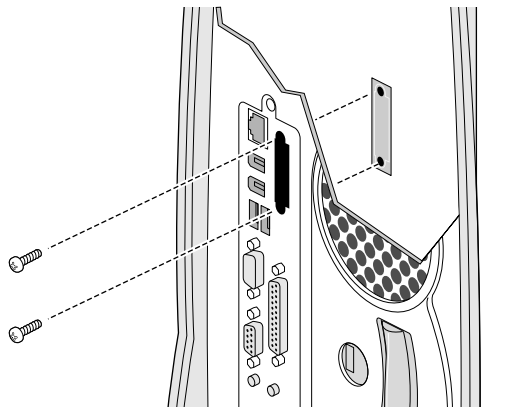

Figure 5-5 Retrait de la plaque de protection de l'emplacement de la carte d'extension graphique
4. À l'arrière du système, retirez la plaque de protection de l'emplacement de la carte d'extension graphique, comme indiqué à la Figure 5-5.